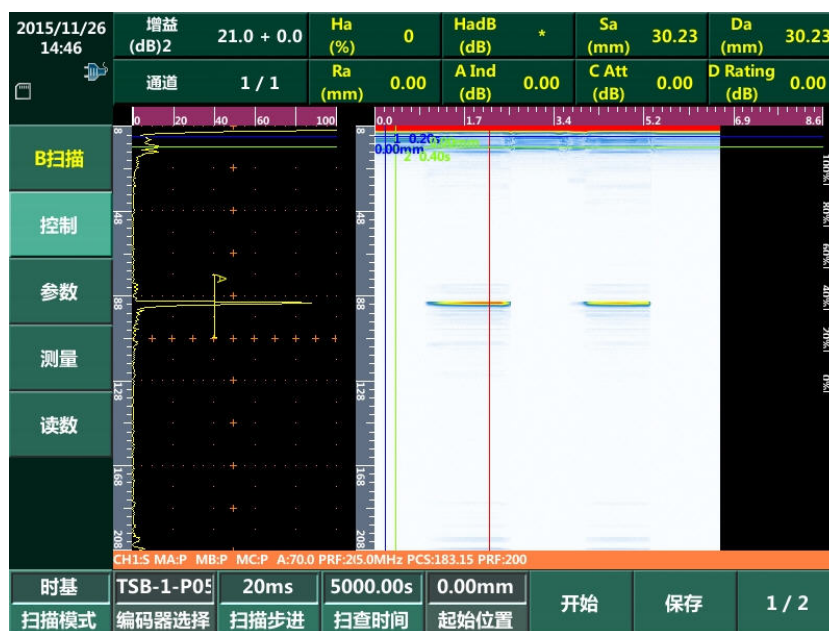

图 2-13 横向图像
- ◆ 图像方向：选择图像的显示方向。可选择“横向”或“纵向”，横向图像如图 2-13 所示。